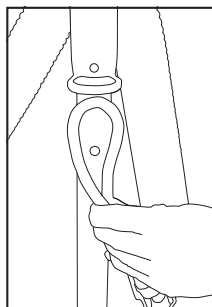

Fig. 3
1. Haga un bucle con el cable de alimentación, páselo por la ranura y colóquelo sobre el gancho del retenedor del cable (Fig. 3).